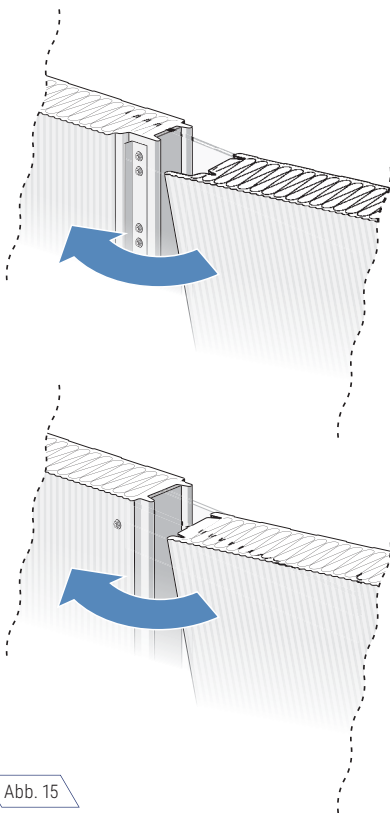

Abb. 15
Paneele erheblich beschleunigt. (Abb. 15)
- Wichtig ist, dass nach der Montage der ARPANEL-Wandpaneele S und SU die Dichtungen in den Fugen mindestens um 30% zusammengedrückt sind, und bei Sandwichpaneelen für Kühlräume ARPANEL CH und Wandpaneelen mit Steinwollkern ARPANEL S MiWo so fest wie möglich. (Abb. 15)